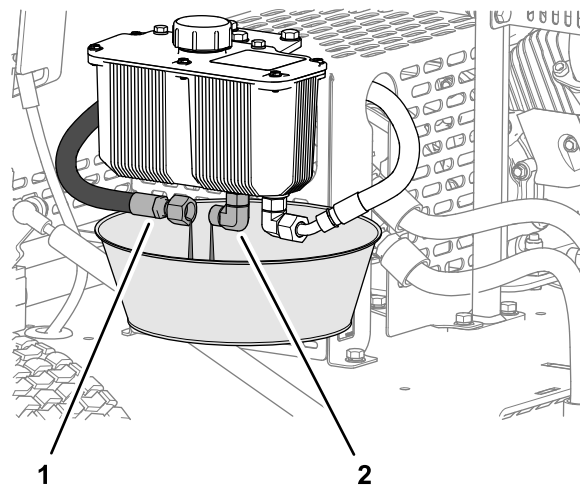

図 37
1. 容量 2 リットルほどの廃油受けを油圧オイルタンクの下に置く **図 37**。
2. 油圧タンクのフィッティングについている供給ホースを外し、流れ出てくるオイルをすべて回収する **図 37**。